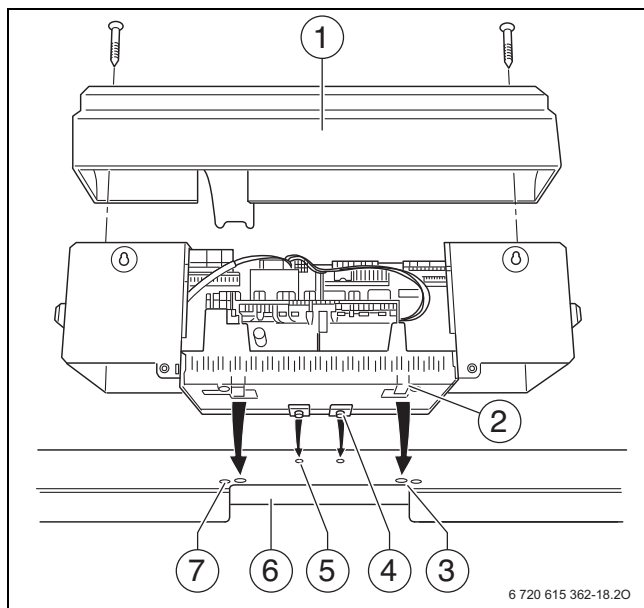
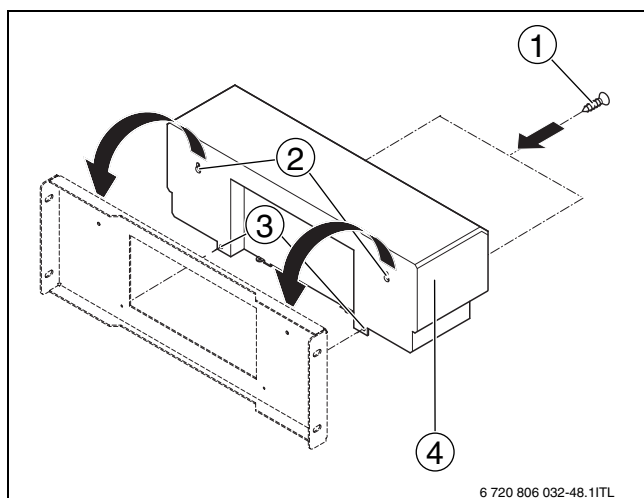

Fig. 22 Montarea automatizării în cazul cazanelor de la 120 kW până la 820 kW
Fig. 23 Montarea aparatului de reglare în cazul cazanelor de la 1040 kW până la 1850 kW
În fig. 22 sunt reprezentate cu vedere din spate automatizarea (fără peretele din spate) și suportul acesteia [1].
În fig. 23, pagina 21 este reprezentată din spate automatizarea.
- ▶ Desfaceți ambele șuruburi din capacul detașabil [1]. Scoateți capacul detașabil [2] în sus (→ fig. 22).
- ▶ Scoateți ambele dopuri (→ fig. 23, [2]) din automatizare.
- ▶ Suspendați automatizările (→ fig. 23, [4]) în cuiele suportului automatizării de pe partea cazanului.
- ▶ Montați din nou capacul detașabil (→ fig. 22 și fig 23, pagina 21) pe automatizare.
- ▶ Fixați capacul detașabil al automatizării cu ajutorul șuruburilor (fig. 22, pagina 21 și fig. 23, pagina 21).